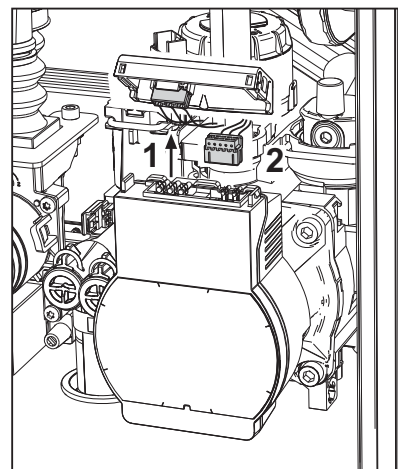

fig. 31
- Sconnettere elettricamente il circolatore sbloccando le connessioni alzando il particolore "1" di fig. 31.